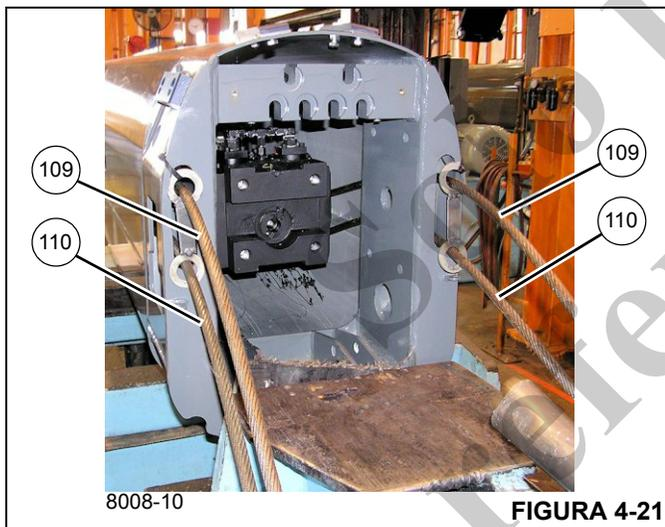

FIGURA 4-21
- 72. Retire los cables de extensión de la sección telescópica 4 (109, 110) de los agujeros alargados en la parte trasera de la sección telescópica 3 (4) (vea la Figura 4-21).